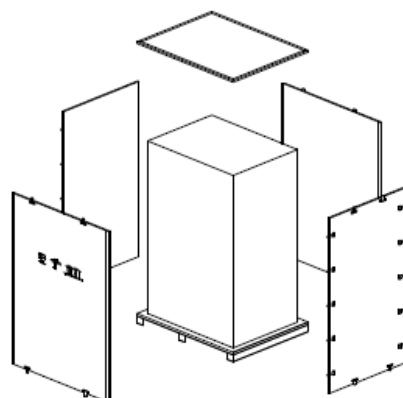

Рис. 2-4 Демонтаж ящика
3. Откройте верхнюю пластину дощатого ящика с железными краями, с имеющим прорези шилом и опорой, с последующей обшивкой боковых стенок (см. Рисунок 2-4).